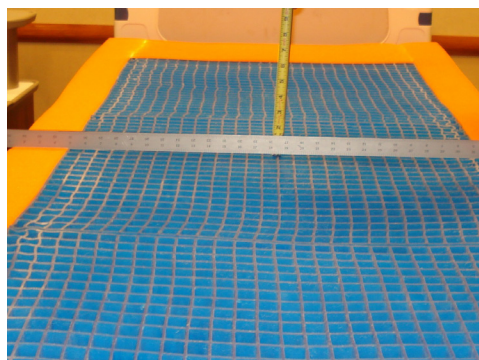

Figure 5
5. Placer une règle droite (au moins 88,9 cm) en travers de la mousse, de gauche à droite de la région sacro-iliaque (section du siège du patient) de la surface de soutien comme indiqué à la Figure 5.